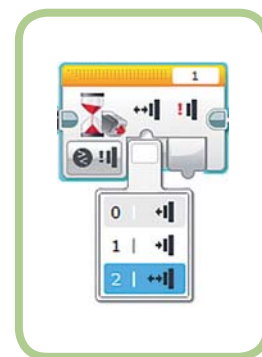

Рис. 5.22. Выбор состояния кнопки датчика касания
3. Выбери состояние **Щелчок** (Bumped), как показано на рис. 5.22.